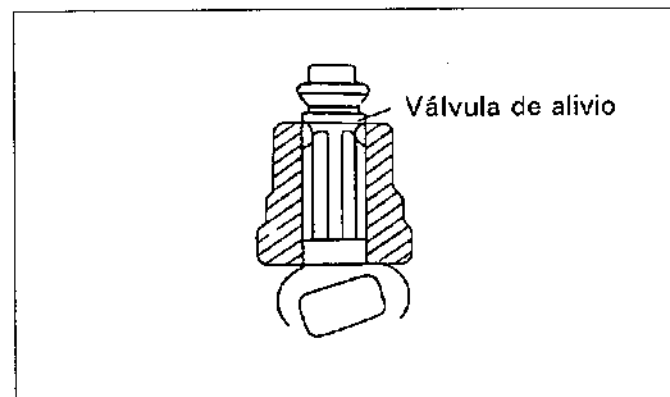

Figura.13-3 Comprobación de la retracción
(1) Inspeccione si hay desgaste o daños en la válvula de suministro. Si se encuentran desgastes o daños en la válvula de suministro, deberá reemplazarse.
(2) Inspeccione completamente el área del asiento del cuerpo de la válvula y el área correspondiente de la misma válvula. Un área pesada o ancha en la superficie del cono de la válvula y excesivo desgaste en la parte de la válvula de alivio requerirán el reemplazo de toda la válvula de suministro. (Vea la figura.13-3)
(3) Comprobación de la retracción
2) Asegúrese de que la válvula de alivio retorna a su posición original cuando se suelta. (Vea la figura.13-3)